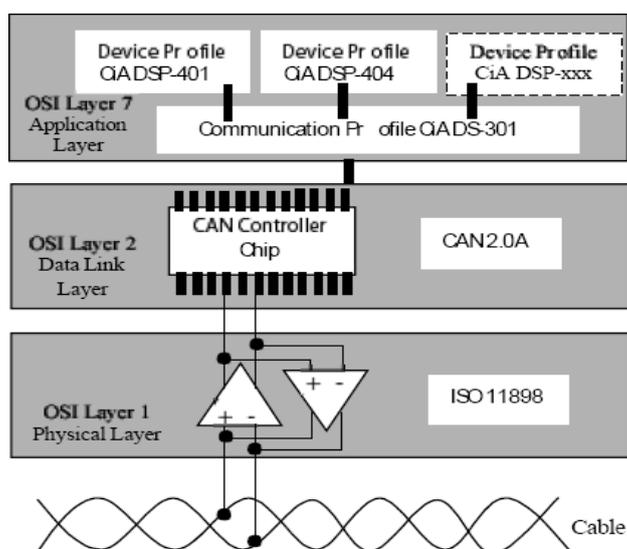

图 1-1 CAN/CANopen 标准在 OSI 网络模型中的位置框图
**CANopen:** CANopen 协议是 CAN-in-Automation(CiA)定义的标准之一，CANopen 规定了应用层 (Application layer)、通讯描述 (CiA DS-301)、设备描述 (CiA DSP-4XX) 以及所用电缆和接口 (CiA DSP-303) 等。应用层为网络中每一个有效设备都能够提供一组有用的服务与协议。通讯描述提供配置设备、通讯数据的含义，定义数据通讯方式。设备描述为设备 (类) 增加符合规范的行为。在 OSI 模型中，CAN 标准、CANopen 协议之间的关系如图 1-1 所示。